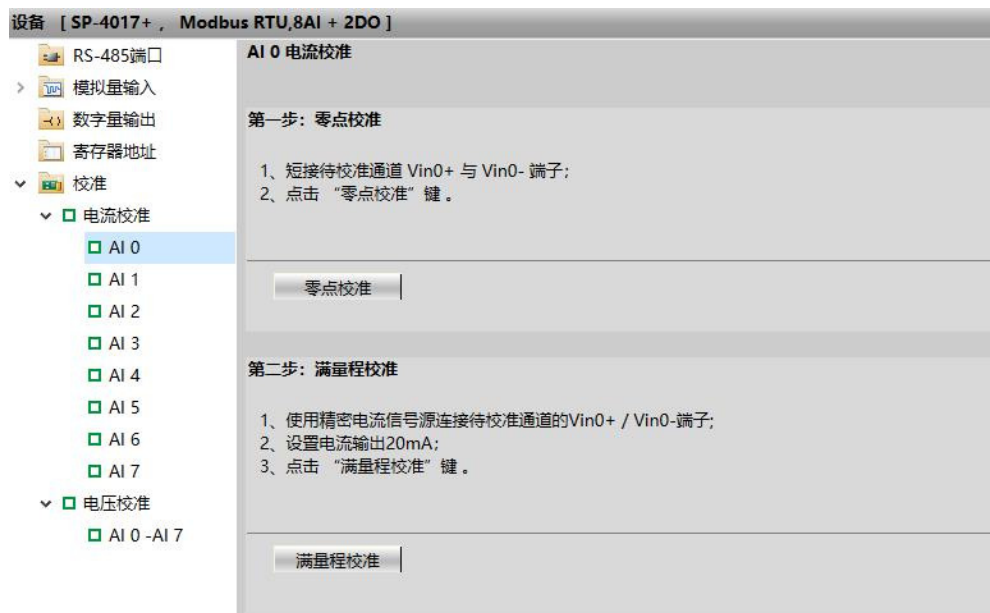

图 11
- 2、 “电流校准”需对每个通道进行单独校准，请严格遵从软件相应导航进行校准，如图 11 所示；